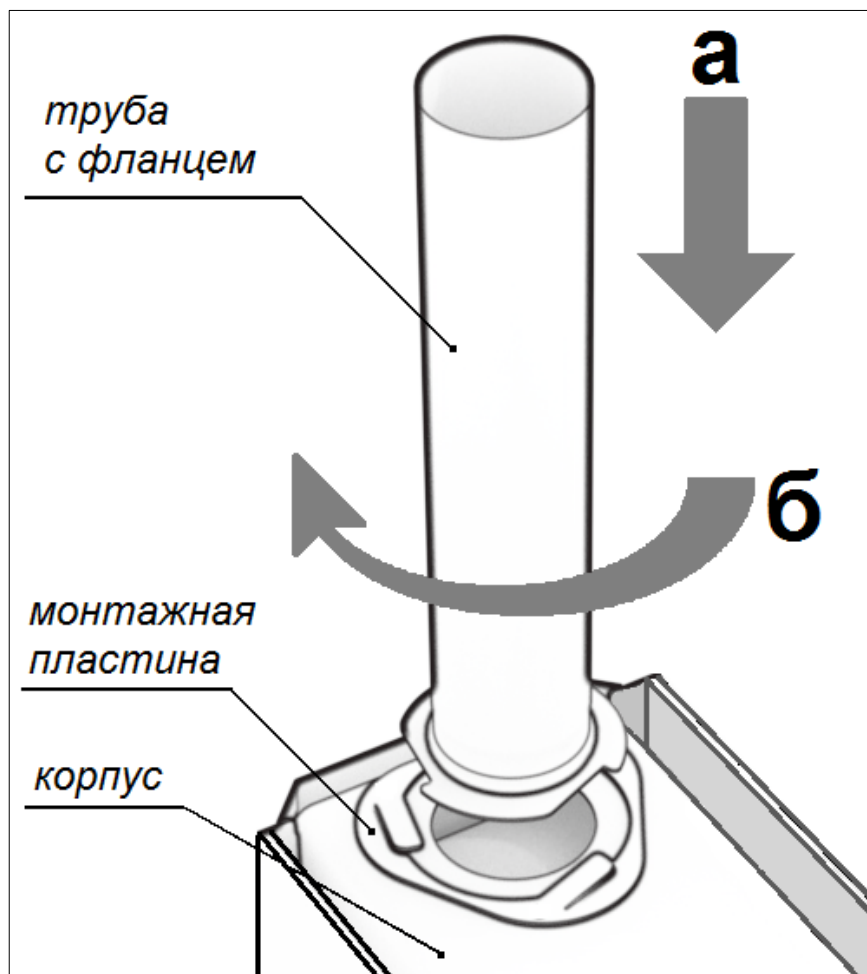

Рисунок 6. *Монтаж первого звена дымохода.*
**а)** Трубу с фланцем совместить с монтажной пластиной, вплотную к поверхности корпуса печи (рис. 6).